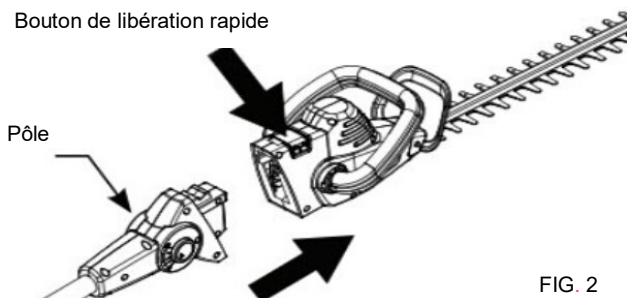

FIG. 2
2. Insérez le manche télescopique dans la tête de coupe de taille-haie. (Fig. 2) Appuyez sur le bouton de libération rapide en position verrouillée.